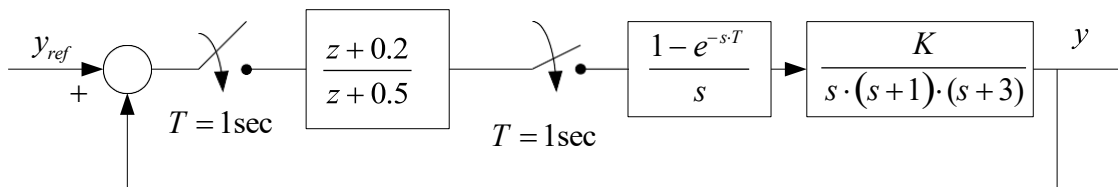

Figura 4. Schema bloc a sistemului 2.3
3) Se consideră sistemul de reglare automată cu eşantionare prezentat în figura 4.